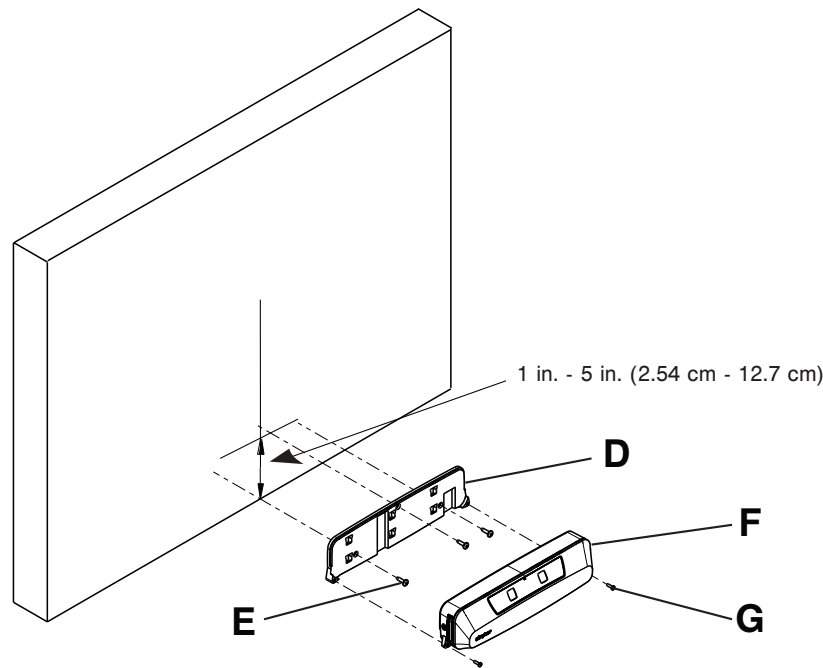

Figura 3 – Specificații de montare
5. Folosind o ruletă de măsurat și un creion, marcați centrul prevăzut pentru amplasarea patului (linie verticală) (Figura 3).
- Centrați suportul de fixare pe linia verticală realizată la pasul 5 și montați partea inferioară a suportului de fixare cu maximum 1 inch (2,54 cm) de la podea (Figura 3).
- Folosind un boloboc pe partea inferioară a plăcii de montare (D), asigurați-vă că partea inferioară a plăcii de montare (D) este la nivel atunci când poziționați placa de montare (D) pe marcasele de referință realizate la pașii 5 și 6 (Figura 3).
- Folosiți un creion pentru a marca cele trei orificii pentru șurub ale plăcii de montare (D).
- Folosind instrumentul necesar împreună cu dispozitivele de fixare furnizate de spital (E, nu sunt incluse), fixați placa de montare (D) pe perete (Figura 3).
- Atașați **Secure Connect** (F) la placa de montare (D) (Figura 3).
- Folosind o șurubelniță Phillips #2, fixați **Secure Connect** (F) pe placa de montare (D) cu cele două șuruburi furnizate (700001126359) (G) (Figura 3).